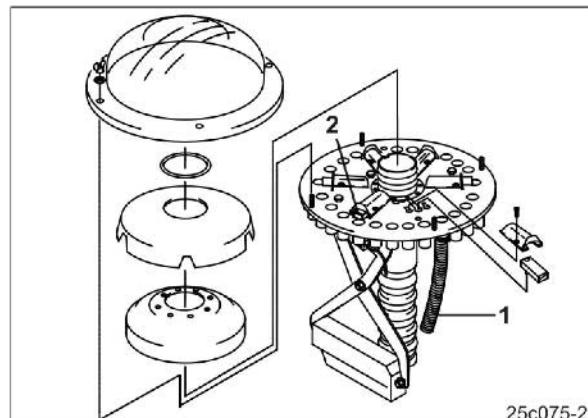

Рис. 126
- Семяпроводы (Рис. 126/1) сошников техноколеи должны быть закреплены на тех выпускных отверстиях, которые могут закрываться при помощи заслонок (Рис. 126/2).
Для создания двух колей в распределительной головке может закрываться следующее количество заслонок на одну колею (Рис. 126/2):
- Неиспользуемые заслонки (Рис. 126/2) деактивизируйте.